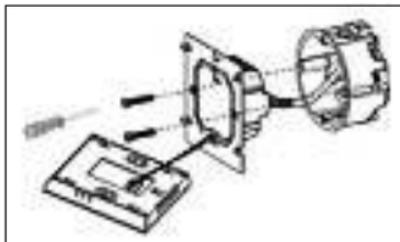

Рис. 6
6.3.2. С помощью двух винтов прикрепите монтажную пластину к монтажной коробке (*рис. 6*).